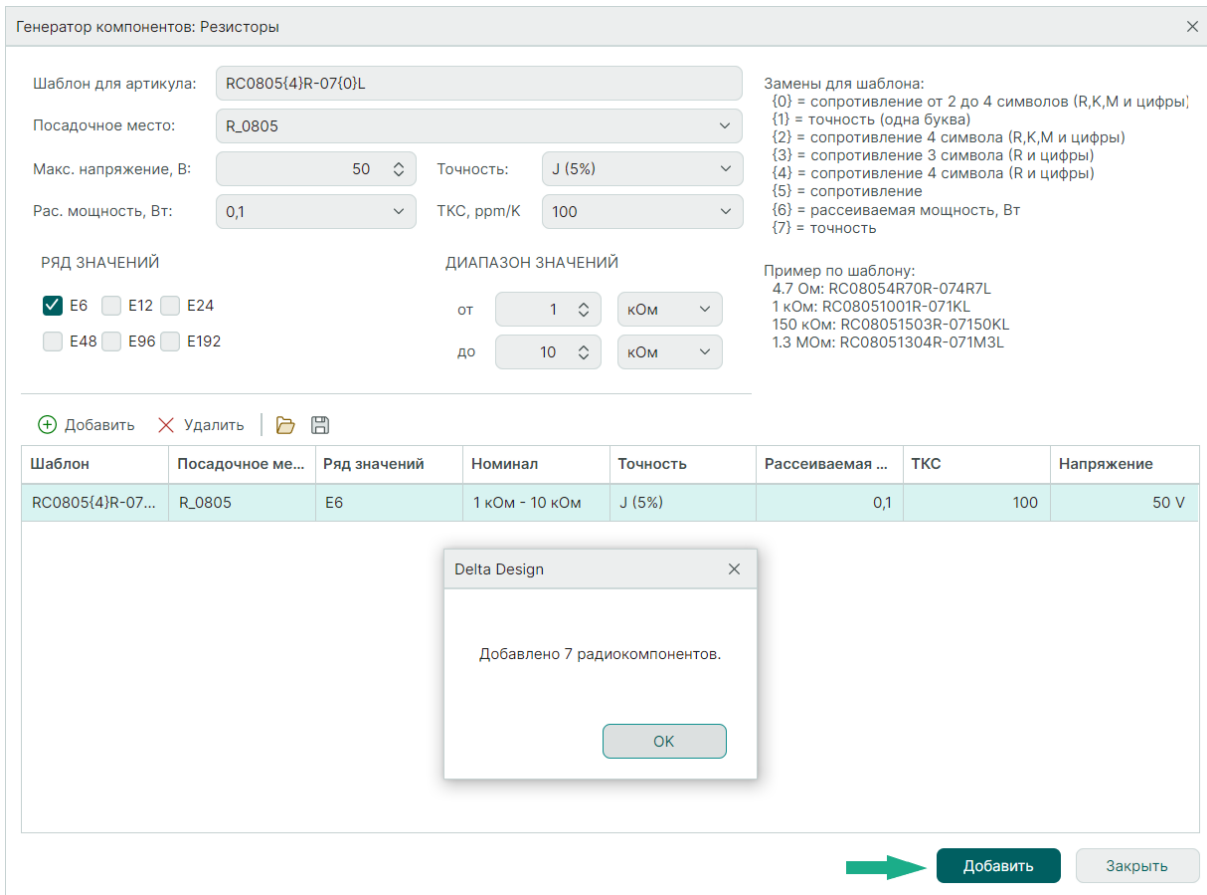

Рис. 309 Добавление радиодеталей
6. Системное сообщение оповестит о количестве добавленных радиокомпонентов. Нажмите «ОК» и закройте окно «Генератор компонентов: Резисторы», см. Рис. 309.